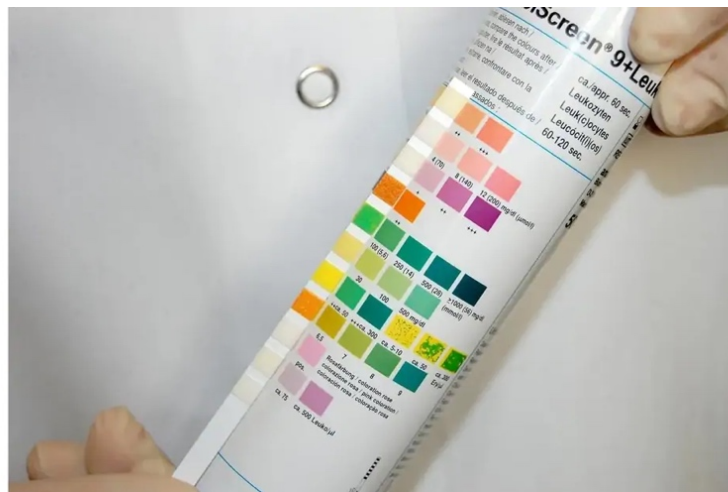

Figura 2.
- Confrontare il colore ottenuto in ciascun riquadro di rivelazione con il corrispondente colore di riferimento riportato sulla confezione del kit (Figura 2)